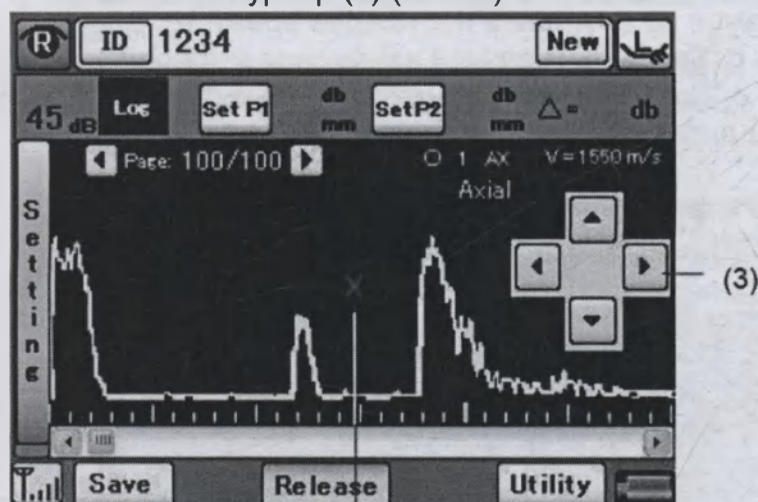

Рис. 2
- 1) Когда измерение завершено касанием кнопки "FREEZE" (1), в окне волны появляется курсор (2) (Рис. 2).